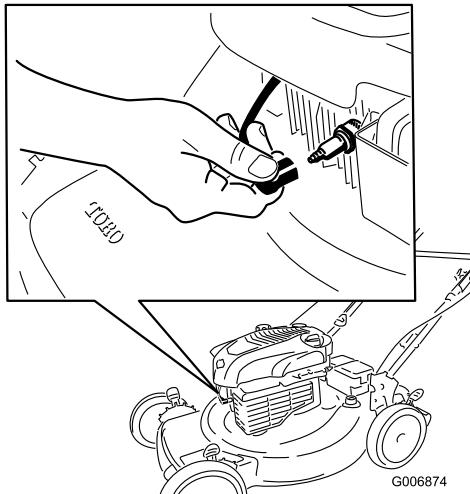

Figura 23
2. Desconecte el cable de la bujía y engáncelo en el poste de retención (Figura 23) antes de realizar cualquier procedimiento de mantenimiento.